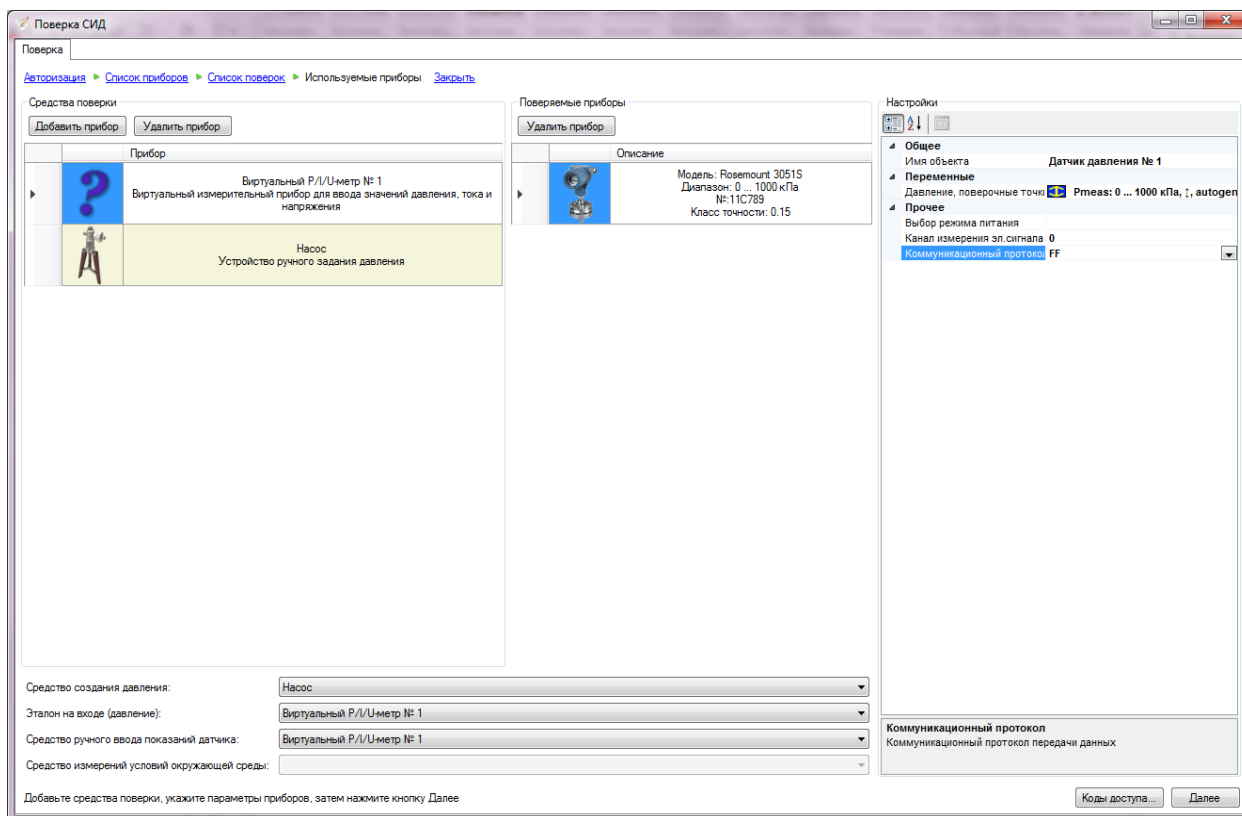

Рисунок 4.72 – Параметры датчика в режиме «Используемые приборы»
– На странице «Используемые приборы» установить коммуникационный протокол проверяемого прибора в значение Foundation Fieldbus (FF) (см. Рисунок 4.72).